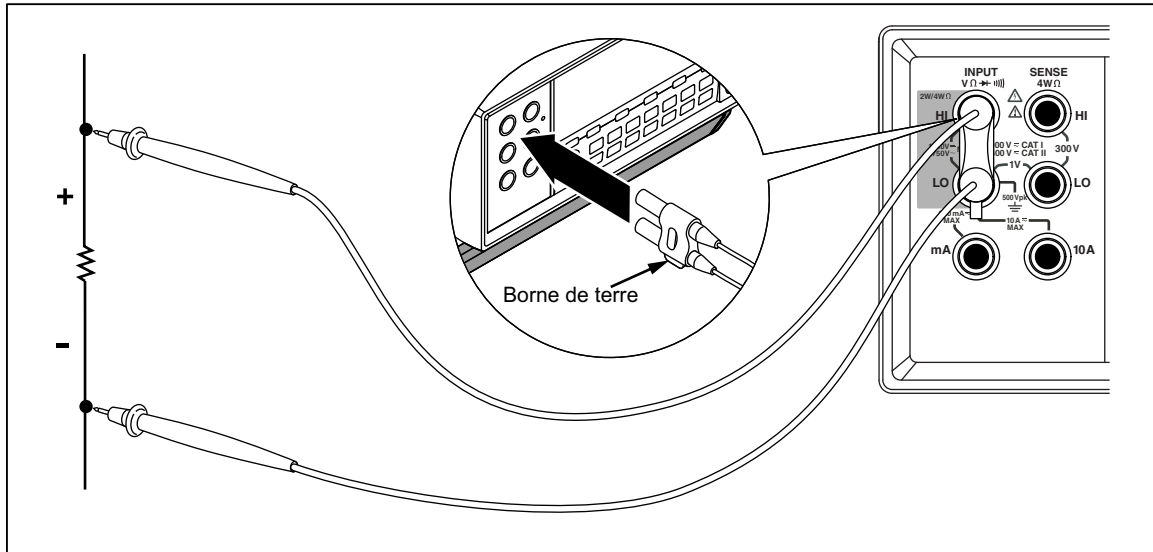

Figure 3-7. Branchements d'entrée pour les mesures de résistance à quatre fils ohms à l'aide des cordons 2x4 fils
1. Raccordez les cordons de mesure aux connecteurs d'entrée du multimètre conformément à la figure 3-7